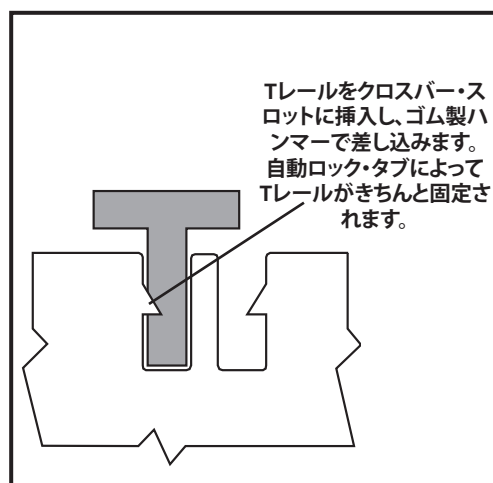

図59
5. ゴム製ハンマーを使用して、Tレールをたたき、クロスバー・スロットにきちんと差し込みます。自動ロック・タブによって、Tレールは所定の位置で固定されます(図59)。